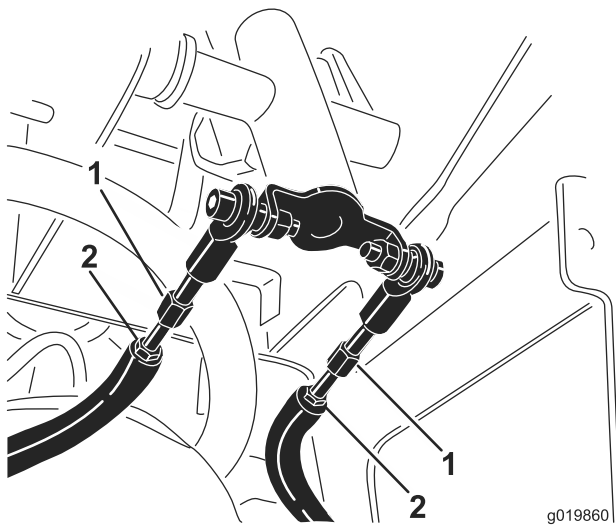

Figure 56
- D. Desserrez les écrous de blocage sur les tiges de déplacement, sous le panneau de commande (Figure 56).